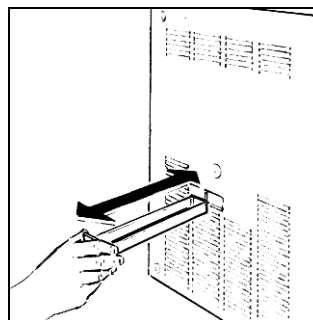

Fig. 18
- **E**nlever le petit tiroir latéral comme indiqué sur la figure 18 et vérifier l'absence de toute trace d'égouttement en ayant soin, ensuite, de replacer à nouveau le tiroir.